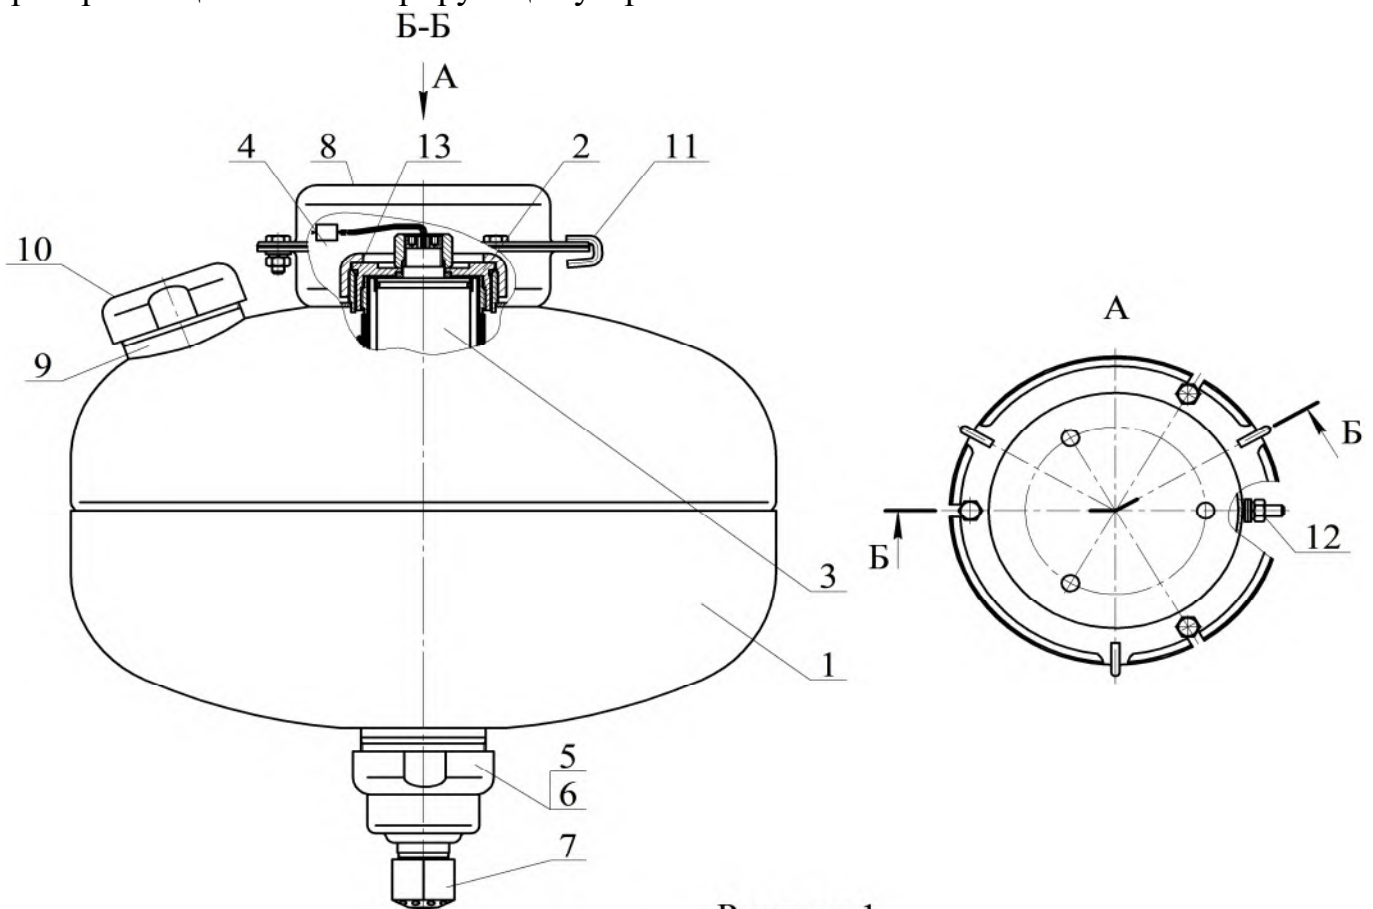

Рисунок 1
4.1.1 МУПТВ (см. рисунок 1) состоит из корпуса 1, заправленного ОТВ, в котором размещено газогенерирующее устройство 2.
После подачи электрического импульса на выводы элемента электропускового 4 (см. рисунок 1) ИХГ 3 генерирует газ, который создает давление внутри корпуса МУПТВ для вскрытия мембраны 5 и выпуска через насадок-распылитель 7 в зону горения тонкораспыленной струи ОТВ.
6.3 Закрепить кронштейн 8 (см. рисунок 1) на потолке. Координаты отверстий в кронштейне приведены на рисунке 6.
6.5.1 Подготовка ОТВ для МУПТВ-13,5-ГЗ-ВД($t^{\circ}\text{C} = +5_{\text{п}}$): залить в отверстие верхней горловины 9 (см. рисунок 1) воды по ГОСТ 6709-72, СанПиН 2.1.4.1074-01 (температура воды должна быть плюс 15...25 $^{\circ}\text{C}$) объемом 11,8 $^{+0,2}$ дм³. Открыть упаковки с жидкими добавками к воде и залить их в отверстие верхней горловины 9.
Полученный раствор ОТВ залить в отверстие верхней горловины **9** (см. рисунок 1). Для окончательного приготовления ОТВ открыть упаковки с жидкими добавками к воде и залить их в отверстие верхней горловины **9**. Установить в отверстие горловины предохранительный клапан **10**. Сверху закрутить гайку до упора.
6.6 На выпускную горловину гайки **6** (см. рисунок 1) накрутить до упора насадок-распылитель **7**.
7.4 Комплект поставки для перезарядки МУПТВ (см. рисунок 1):